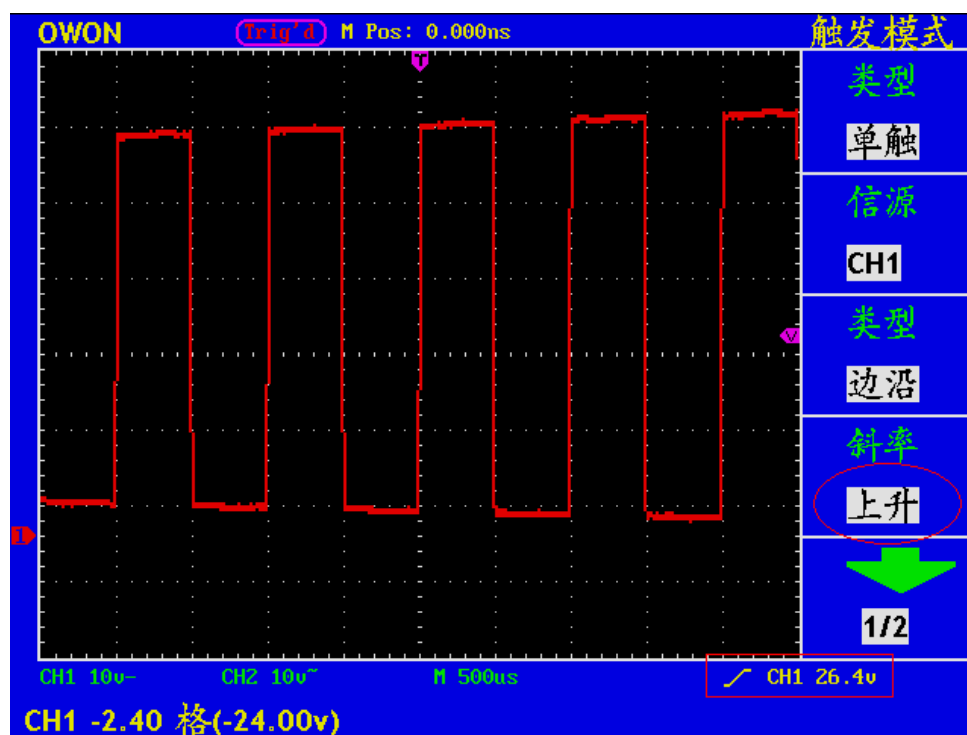

图 36：上升沿触发波形
- 8、按 **F3** 菜单选择按键，选择耦合为 **直流**。屏幕显示见图36。